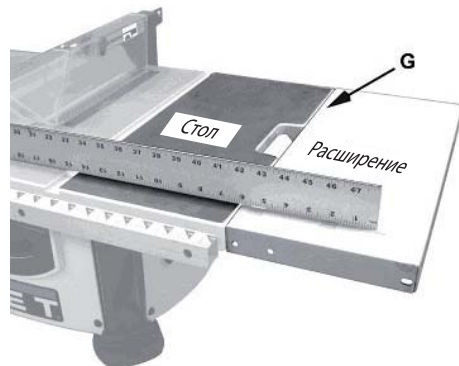

Рис. 11
- Регулировка положения. Поместите линейку вдоль стола и дополнительного стола с переднего края, как показано на рис. 11.